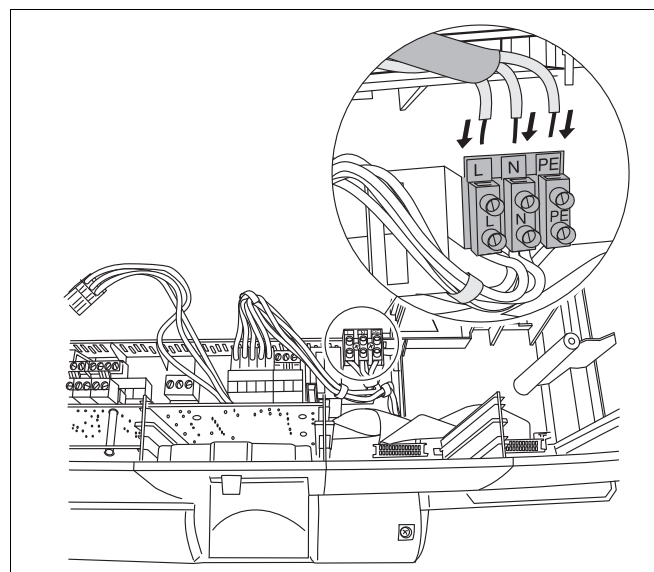

Рис. 7 Подключение к электросети
- Зачистите изоляцию на сетевом проводе и присоедините его к 3-полюсной клеммной колодке (→ Рис. 7).